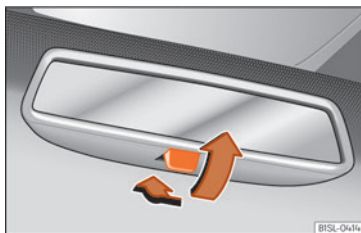

Fig. 87 Bakspejl med manuel afblænding
- For at afblænde bakspejlet skal du trække armen bagud »» Fig. 87.